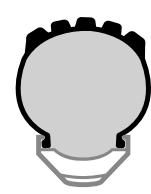

Abb. 29. Schlauch in den Felgenhörnern und Schlauch aufgepumpt
- Platzieren Sie den Schlauch im Felgenbett. (Siehe Abb. 29).